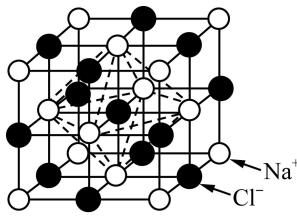

图 1 (NaCl 晶胞)
a. NaCl 晶体中,  $\text{Cl}^-$  的配位数指的是每个  $\text{Cl}^-$  周围等距离且紧邻的  $\text{Na}^+$  的个数,  $\text{Na}^+$  的配位数指的是每个  $\text{Na}^+$  周围等距离且紧邻的  $\text{Cl}^-$  的个数。由图 1 可知,  $\text{Cl}^-$  的配位数为 6, 6 个  $\text{Na}^+$  所围成的图形为正八面体。 $\text{Na}^+$  的配位数也为 6。